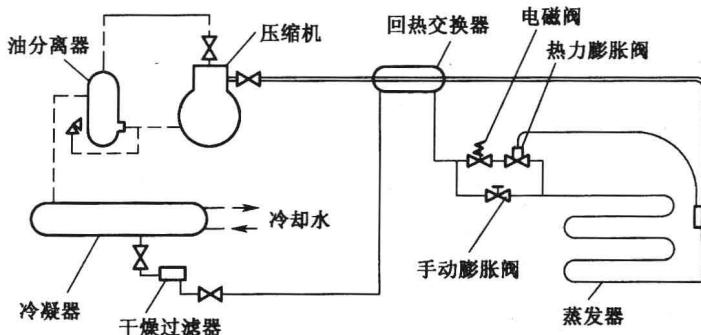
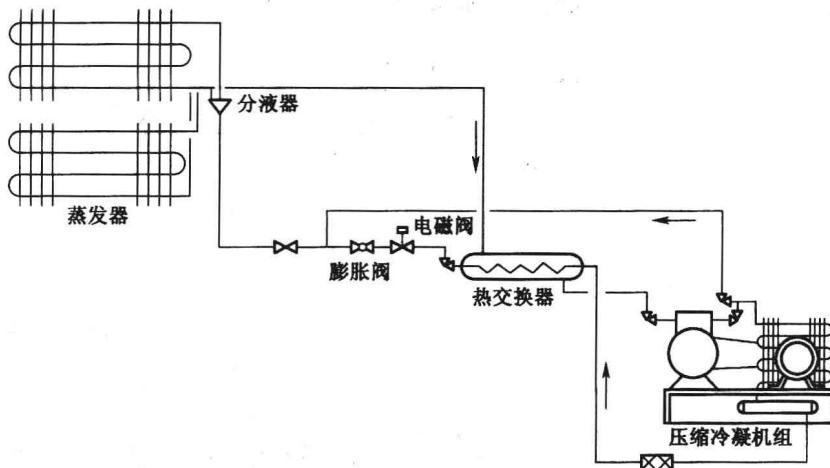

图 1-8 单级压缩氟制冷系统图
图 1-9 活动冷库压缩冷凝机组氟制冷系统图
(2) 氟（利昂）制冷系统：单位食堂小型冷库、漁船上、电冰箱、冰柜、冷藏箱、超市冷冻食品销售柜及空调采用。单级压缩氟制冷系统图如图 1-8 和图 1-9 所示。